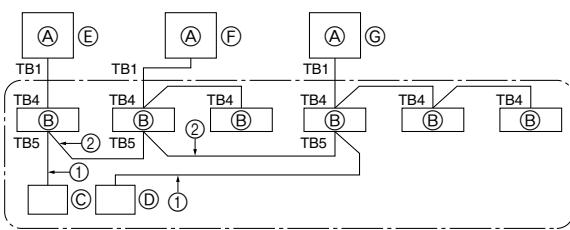

Fig. 10-1
① Mettre sous tension (coupe-circuit).
② Une fois la vanne d'arrêt de gaz fermée, activer le commutateur SWP sur la carte de commande de l'appareil extérieur. Le compresseur (appareil extérieur) et les ventilateurs (appareils intérieur et extérieur) s'enclenchent et la récupération de réfrigérant commence. Les témoins DEL 1 et 2 de la carte de commande de l'appareil extérieur s'allument.
③ L'appareil s'arrête automatiquement deux à trois minutes après la récupération de réfrigérant (témoin DEL 1 et 2 allumés), veiller à fermer rapidement la vanne d'arrêt de gaz. Lorsque les témoins DEL 1 et 2 sont allumés et que l'appareil extérieur est arrêté, ouvrir la vanne d'arrêt de liquide au maximum et répéter l'étape ② après trois minutes.
④ Mettre hors tension (coupe-circuit).
10. Contrôle du système (Fig. 10-1)